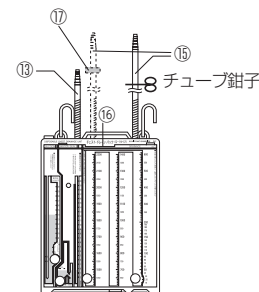

図 6
11. 吸引中に検体採取ポート④もしくは検体採取部⑭から排液をサンプリングするときはゆっくりと少量ずつ行うこと。
12. 胸腔内に過陰圧が発生し水封部⑦の水が細管を上昇したまま下がらない場合、担当医師の判断により過陰圧を解除する。(水位を下げる)
胸腔ドレーン接続チューブ⑮をクランプしたのち、水位を見ながら排出口⑮より滅菌蒸留水または生理食塩水または除菌フィルターを介した無菌空気を注入する。(図 6) なお、滅菌蒸留水または生理食塩水では注入量を差し引いて排液量管理する。